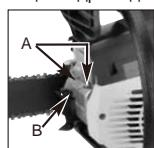

Рисунок 17A
1. Отвинтите 2 болта (A) и извлеките глушитель (рис. 17A).